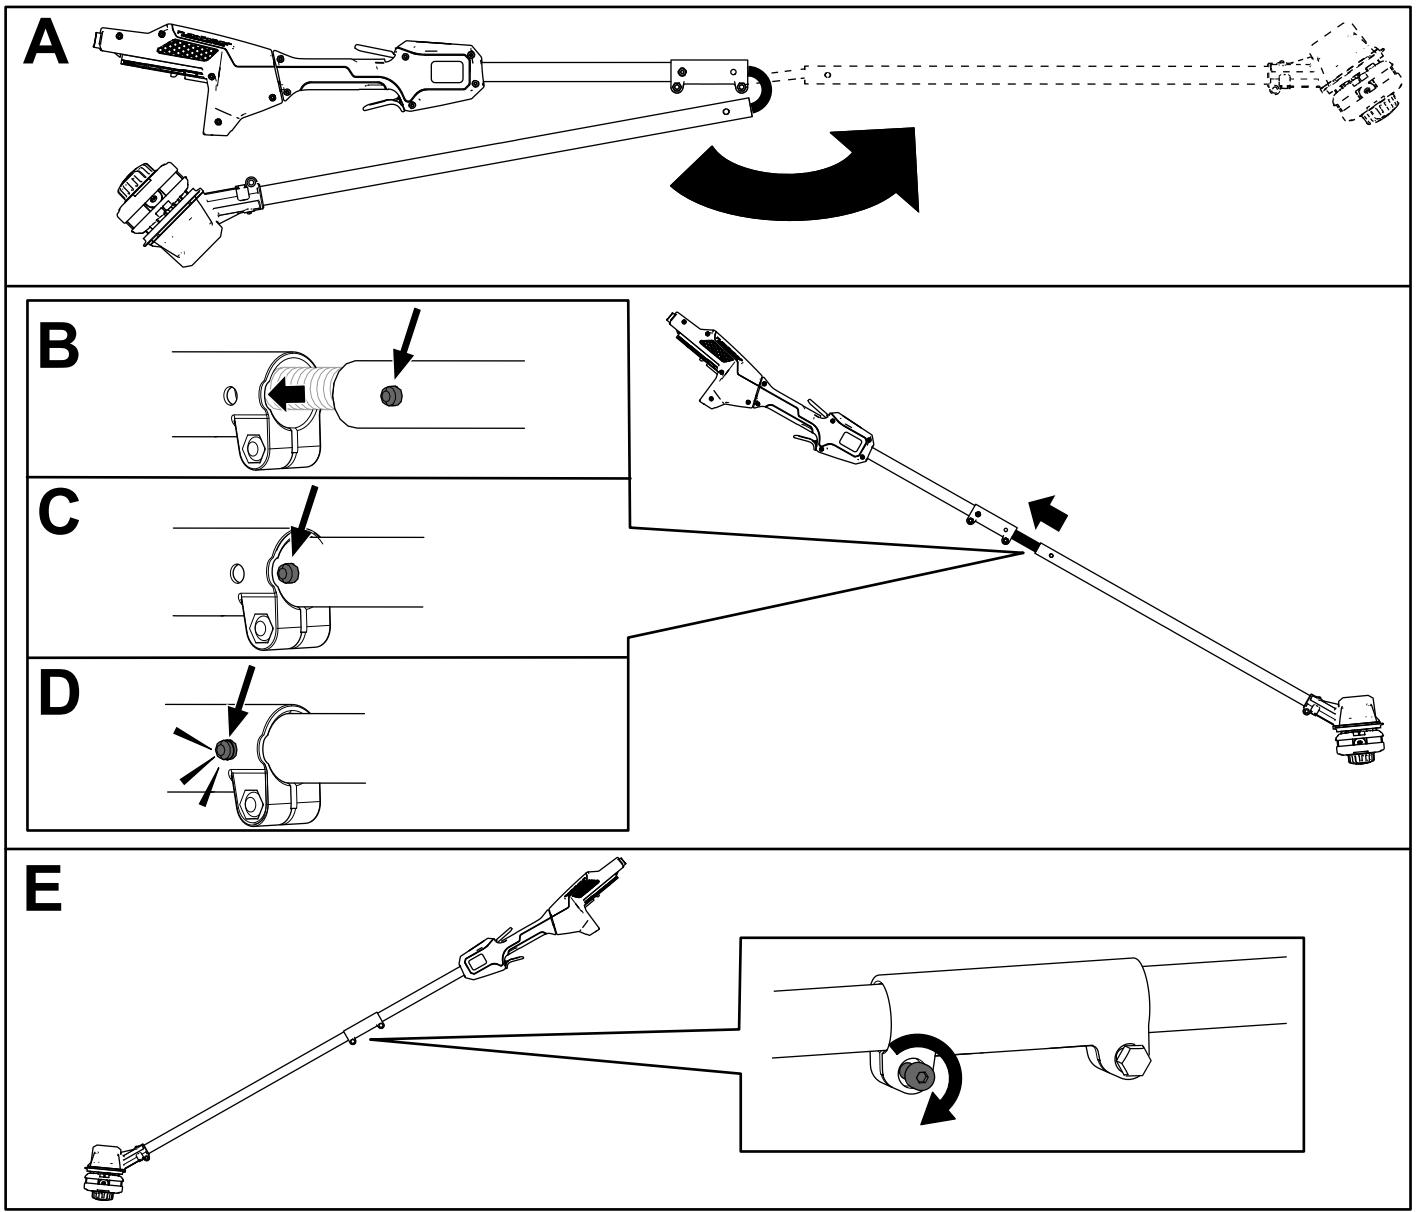

Figure 4
1. Dépliez le manche (A de la Figure 4).
2. Placez le bouton de verrouillage situé sur la moitié inférieure du manche en face du trou situé sur la moitié supérieure, et emboîtez-les 2 moitiés ensemble (B et C de la Figure 4).
**Remarque:** Le bouton de verrouillage s'enclenche dans le trou quand les deux moitiés du manche sont correctement emboîtées (D de la Figure 4).
3. À l'aide de la clé Allen fournie, serrez la vis sur le connecteur du manche jusqu'à ce qu'il soit bien fixé (E de la Figure 4).